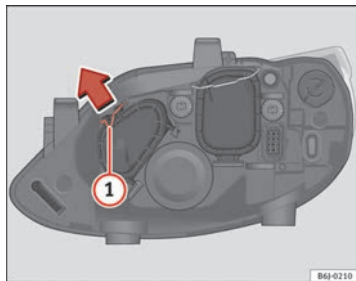

Fig. 150 Abbaglianti
- Far scorrere il tirante ① nel senso della freccia e sfilare la chiusura ⇒ fig. 150.